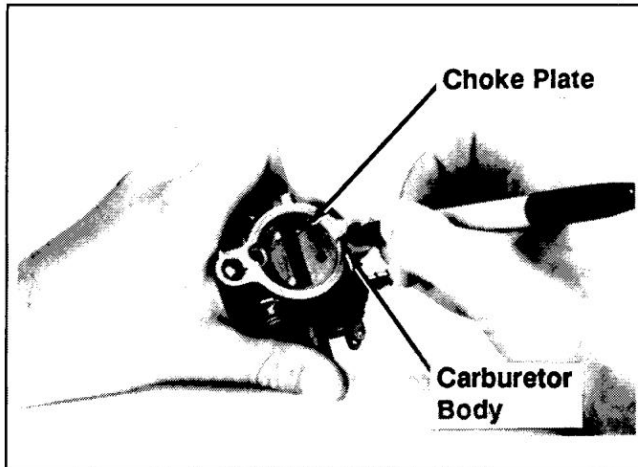

Figure 6-24. Marquage de la plaque d'accélérateur et du corps du carburateur.
2. Étant donné que les bords du papillon des gaz sont biseautés, marquez le papillon des gaz et le corps du carburateur avec un marqueur pour garantir un remontage correct (voir Figure 6-24). Notez également la position du papillon des gaz dans l'alésage et la position du levier des gaz.